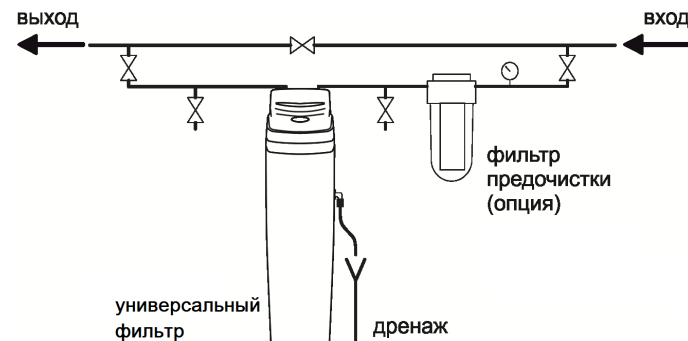

Рисунок 2
8.6 Несмотря на то, что универсальный фильтр укомплектован байпасным краном, рекомендуется подключить универсальный фильтр к трубопроводу исходной воды через обводную линию (байпас), оборудованную запорной арматурой, позволяющей при необходимости подавать потребителю исходную воду. До и после универсального фильтра рекомендуется смонтировать пробоотборные краны и манометры (рис. 2).